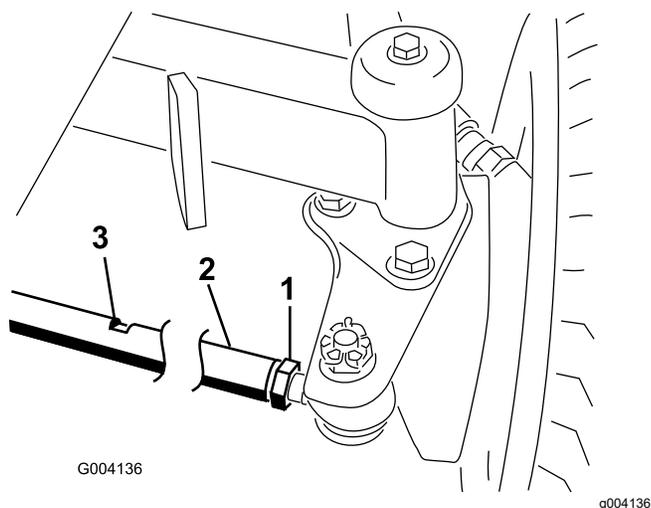

Figura 107
- Desaperte a porca de bloqueio em cada extremidade da barra de direção (Figura 107).